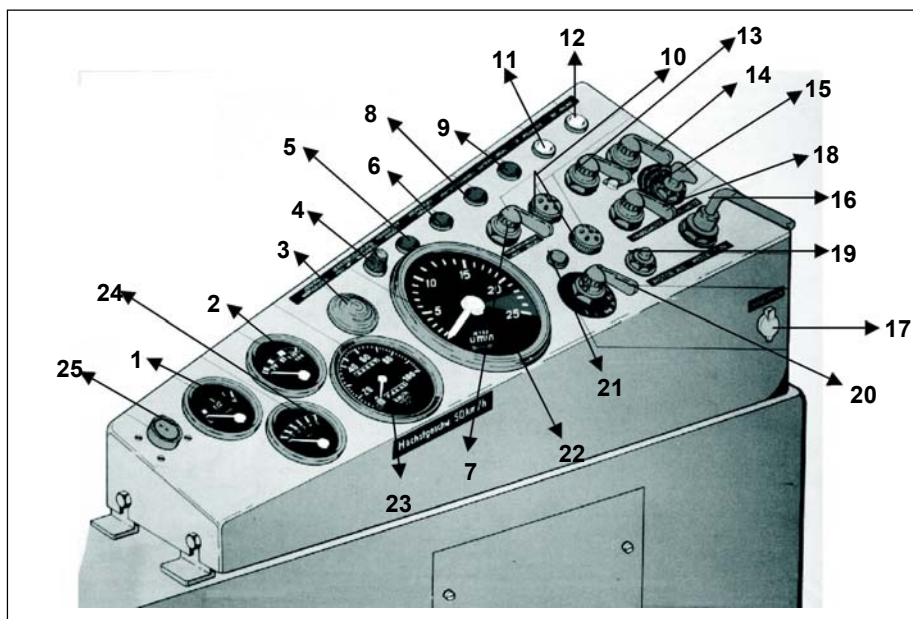

Fig 3-16. Painel de controle do motorista.
**São componentes do painel de controle do motorista:** (Fig 3-16)